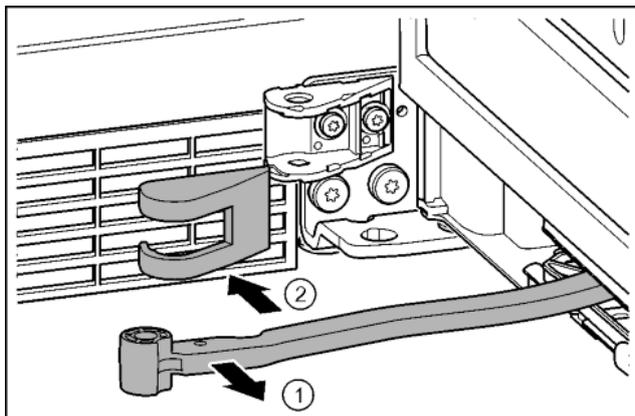

Fig. 17
- ▶ Gelenk in Richtung Tür drehen. Fig. 17 (1)
- ▶ Abdeckung entfernen. Fig. 17 (2)